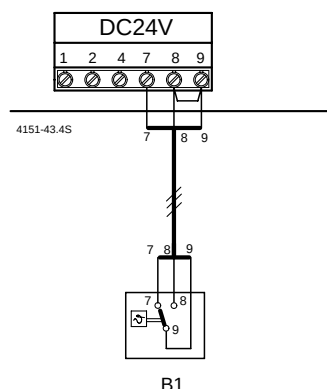

Fig. 25
- ▶ Usare il modulo d'accensione del bollitore SE 8 (B1), cod. 7 719 001 172, fig. 25.